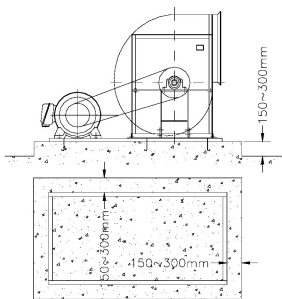

图 5
(1) 混凝土基础平面尺寸至少比风机底盘外缘尺寸大 150~300 毫米。小型风机基础取小值，但基础厚度至少 150 毫米，基础重量约按大于通风机总重量的 5~10 倍考虑（图 5）。